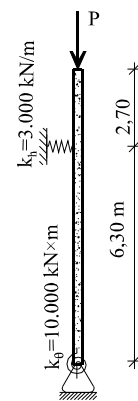

Figura 17
17) Determinar la carga de pandeo para la viga rígida con apoyos elásticos de la figura 17.